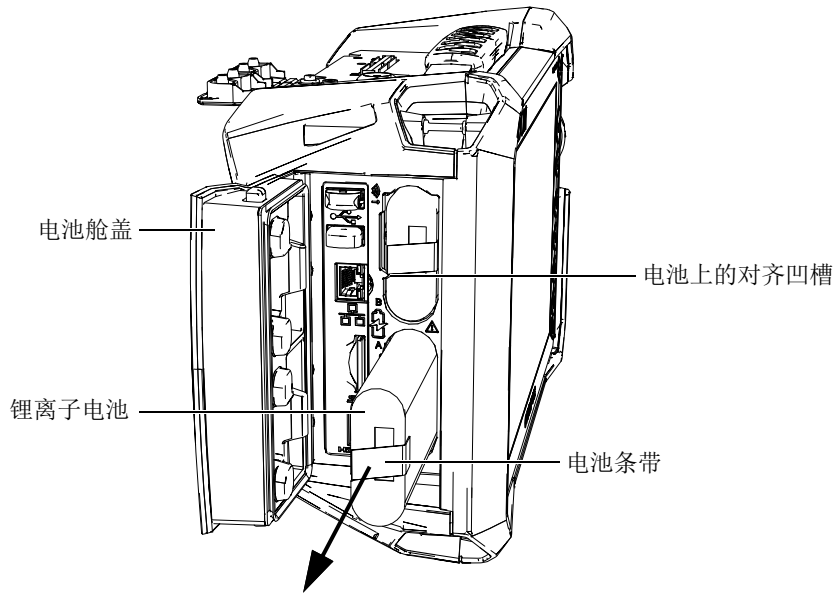

图 3-3 拆下锂离子电池
2. 向里推送电池，然后向左拉动电池上的条带，将电池拉出来（参见第45页的图 3-3）。